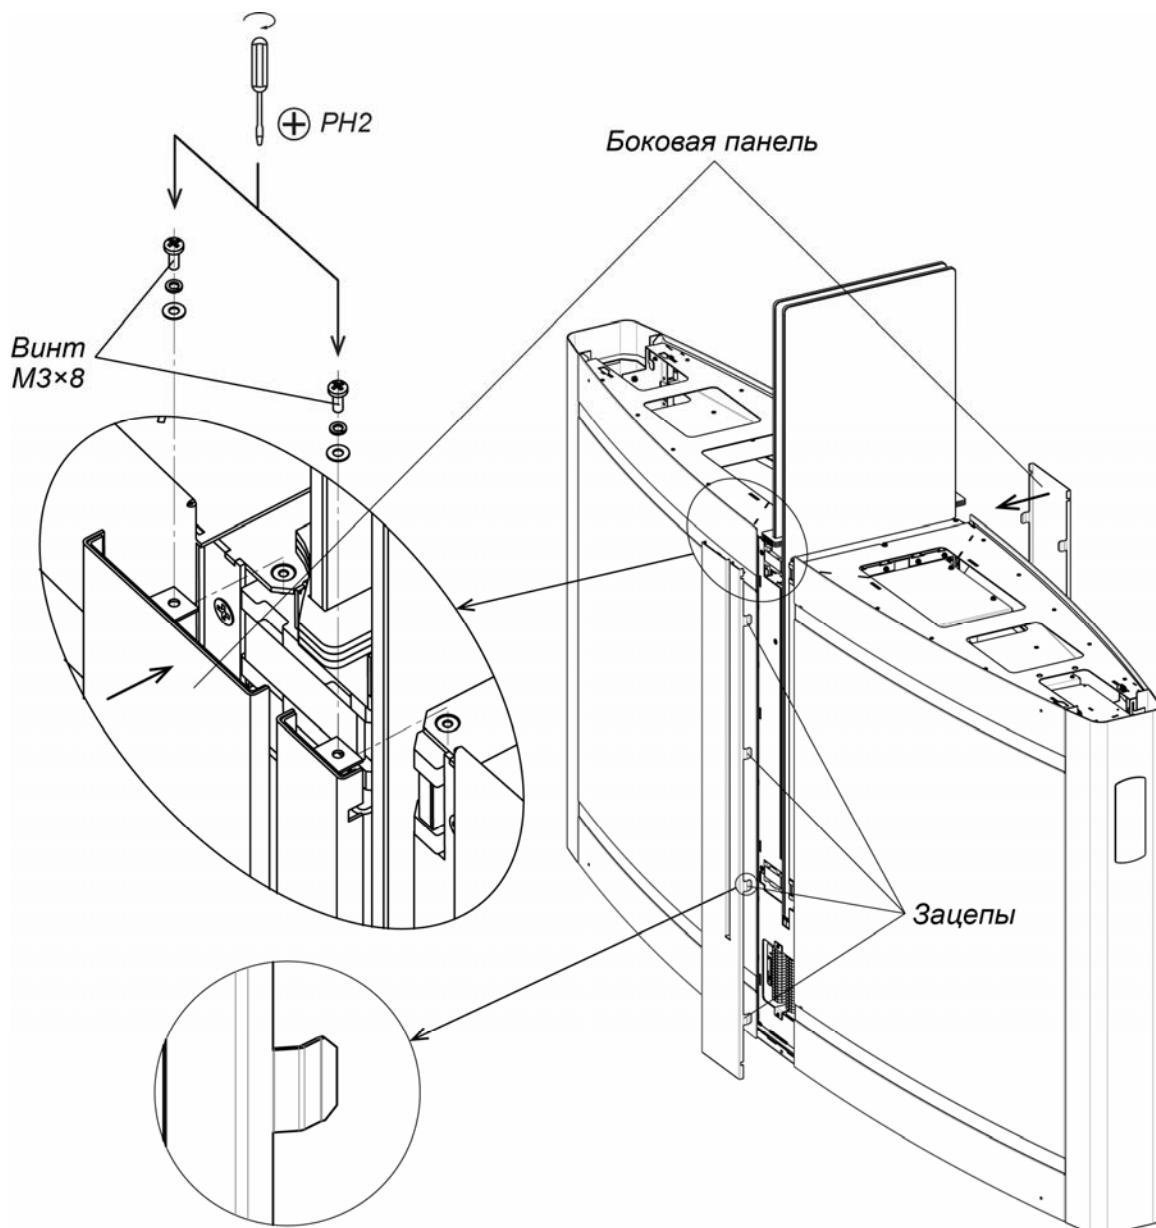

Рисунок 25. Установка боковых панелей
- Вставьте боковые панели (6) (см. разд. 8.7.7, рис. 25).
Боковые панели крепятся на секции при помощи пружинных зацепов; внутренняя панель, кроме того, сверху дополнительно прикручивается к корпусу двумя винтами M3×8 с шайбами (при поставке вкручены по месту установки, см. рис. 25). Сориентируйте пружинные зацепы на панели в соответствующие пазы в корпусе секции и аккуратно вставьте панель на место до упора. Проверьте по всему периметру панели, до конца ли вошли зацепы в пазы.